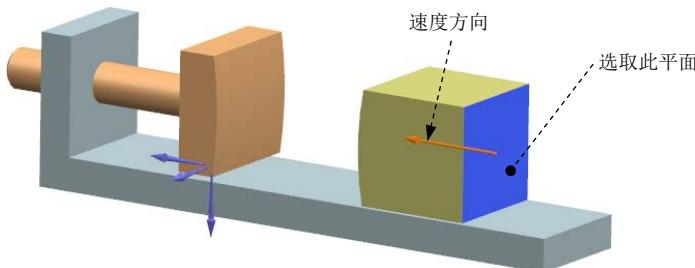

图 6.7.2 定义初始平动速率
(2) 定义初始平动速率。在 **初始平动速率** 区域中选中  启用 复选框；单击 **指定方向** 按钮，选取图 6.7.2 所示的平面为方向参考；在 **平移速度** 文本框中输入值 2000，单击反向按钮 ，使速度方向如图 6.7.2 所示。
(3) 在 **设置** 区域中取消选中  固定连杆 复选框；在 **名称** 文本框中采用默认的连杆名称“L002”；单击 **应用** 按钮，完成连杆 2 的定义。